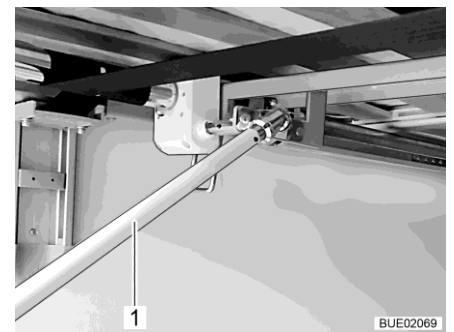

Fig. 138 Manivela en el garaje trasero
- Para subir la cama: girar la manivela (Fig. 138,1) en sentido de las agujas del reloj.
Para bajar la cama: girar la manivela (Fig. 138,1) en sentido contrario a las agujas del reloj.